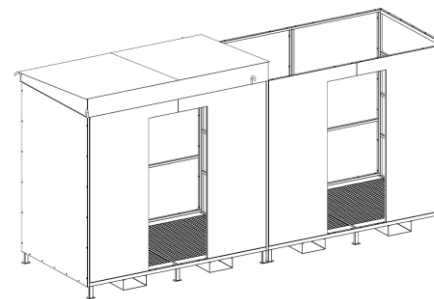

рис. 6
5.6. Поставить и соединить левую крышку со стенками при помощи болтов и гаек (рис. 6).